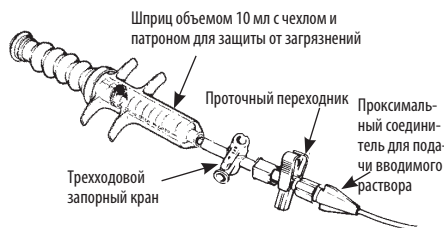

Рисунок 3. Проточный переходник, подсоединенный к порту катетера для подачи вводимого раствора
При использовании с датчиком температуры вводимого раствора проточный переходник (модель 93505) позволяет напрямую измерять температуру термоиндикатора на уровне проксимального просвета катетера в месте инфузии. Измерение температуры вводимого раствора в месте инфузии позволяет уменьшить количество ошибок, часто возникающих при использовании стандартных методов введения (например, вследствие нагревания вводимого раствора руками при использовании шприца). Значение температуры вводимого раствора передается датчиком температуры напрямую на монитор пациента для анализа кривой температуры и определения величины сердечного выброса. Для правильного определения сердечного выброса в компьютер необходимо ввести соответствующую константу для расчета. Для стандартного обслуживания катетера и отведения жидкости трехходовой запорный кран необходимо установить проксимальнее проточного переходника (Рисунок 3).
1. Убедитесь, что в канале жидкости нет воздуха. Подсоедините проточный переходник к запорному крану порта катетера для подачи вводимого раствора (Рисунок 3).